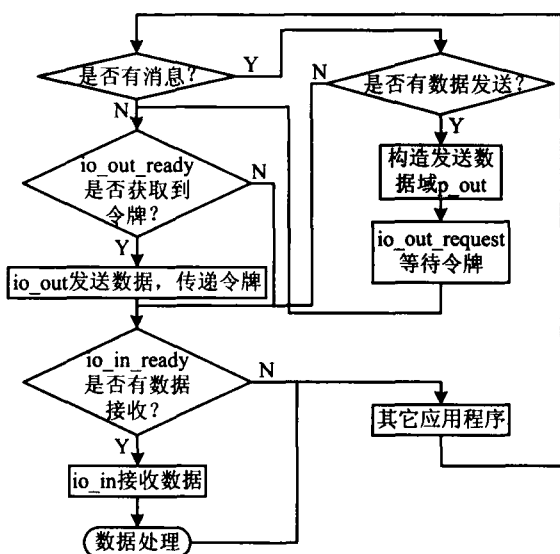

图 3
① `io_in_ready()` 当有消息到达，即并口上有数据传送到来，此函数值为 TRUE。此时应用程序须调用 `io_in()` 函数接收数据。
② `io_out_request()` 此函数用于获取令牌。
③ `io_out_ready()` 在调用此函数之前应先调用 `io_out_request()`，当应用程序获取到令牌后，此函数值返回 TRUE。此时，应用程序调用 `io_out()` 将数据发送到并口上。数据发送完后此函数自动将令牌传递给另一方。图 3 给出 Neuron C 通信流程图。